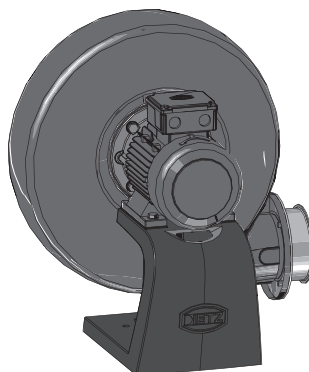

Fig. 266 Ventilatore
- ▶ Controllo del senso di rotazione anche nella ventola della caldaia PuroWIN con convogliamento pneumatico – Fig. 266.